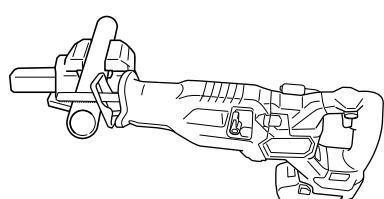

图 25
- (1) 在作业前牢牢固定工件。（图 25）
- (2) 在切锯金属材料时，请使用适当的机油（涡轮油等）。未使用液体机油时，请给工件涂上润滑油。